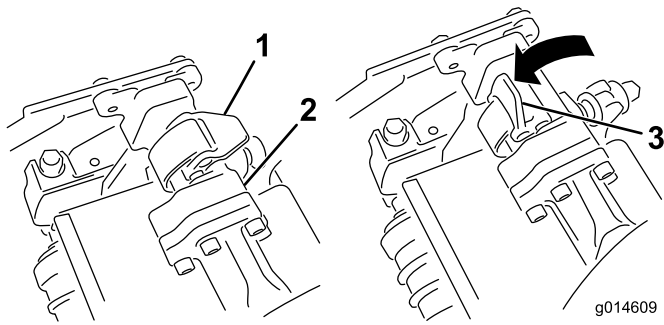
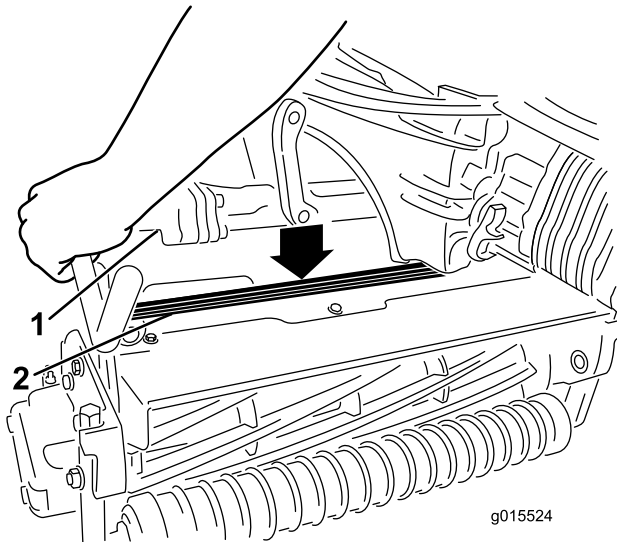

Figura 35
Figura 36
4. Con los enganches del brazo de suspensión orientados hacia arriba (es decir, abiertos) (Figura 35), empuje hacia abajo el brazo de suspensión de modo que la barra encaje en la barra situada en la parte superior de la unidad de corte (Figura 36).
5. Presione los enganches hacia abajo alrededor de la barra de la unidad de corte y bloquéelas (Figura 35).
5. Abra los enganches de la barra del brazo de suspensión de la unidad de corte que está retirando (Figura 35).